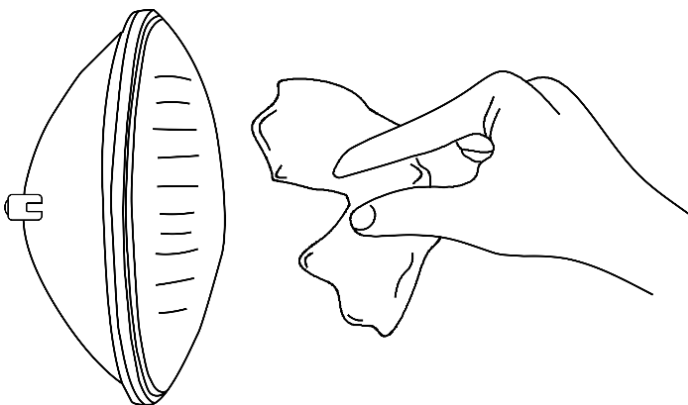

Fig. 05
- 05) Saque la bombilla nueva de la caja (Fig. 05).